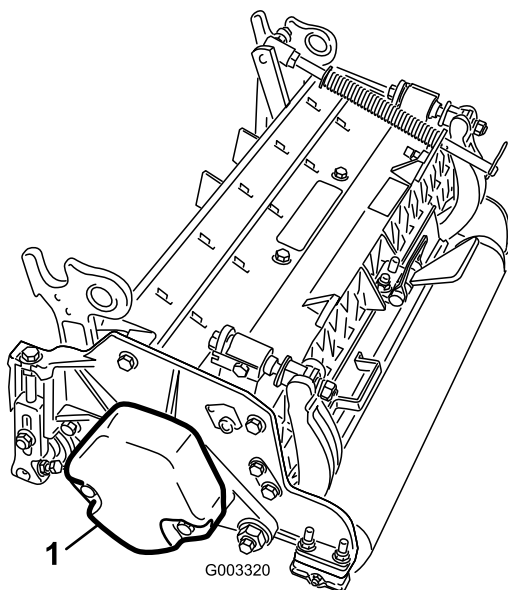

Figure 11
1. Sur les plateaux de coupe n° 2, 4 et 6, enlevez les 2 vis qui fixent le contrepoids à l'extrémité gauche du plateau de coupe. Déposez le contrepoids (Figure 11).